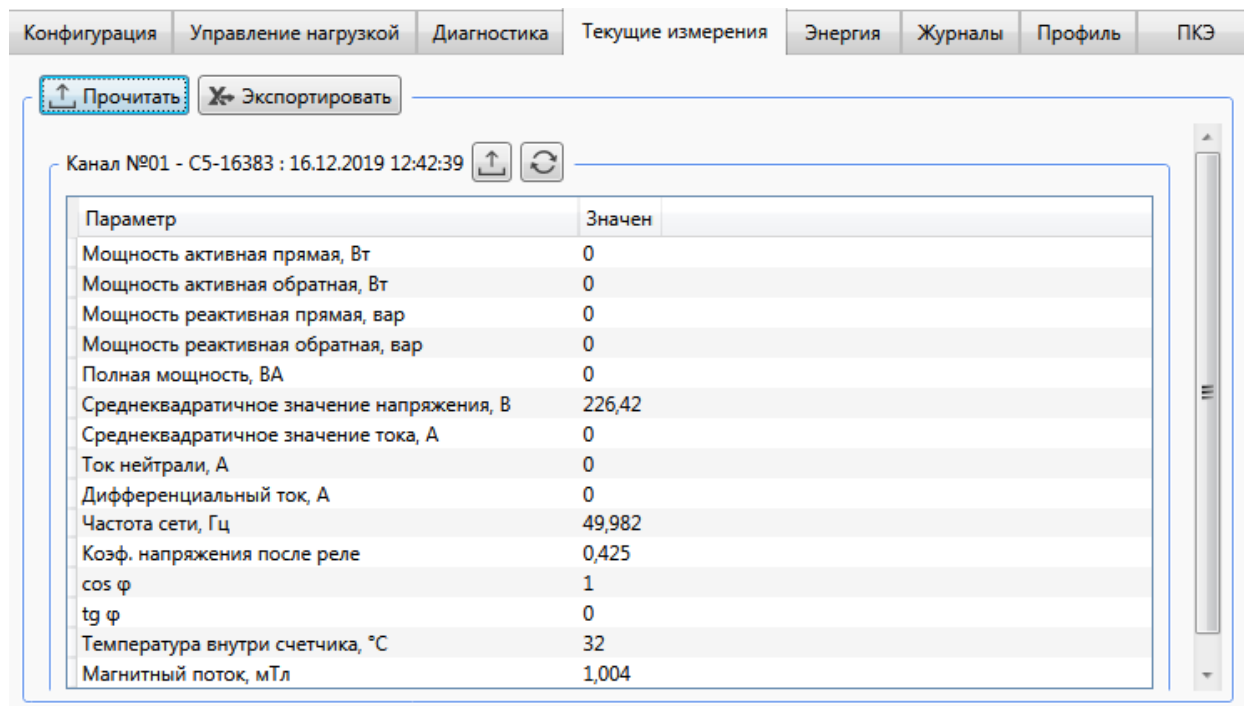

Рисунок 9.44 – Просмотр данных текущих измерений
9.6.2.1 Для просмотра данных текущих измерений необходимо перейти на вкладку *Измерения текущие* ленты параметров, нажать кнопку *Прочитать* (рисунок 9.44).